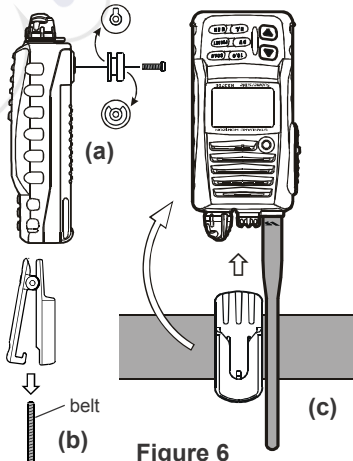

Figure 6
1. Mettre le crochet au dos du **HX400E**, avec le cran dirigé vers le haut, en utilisant la vis fournie (Figure 6-a). utiliser uniquement la vis fournie avec le clip de ceinture !
2. Mettre le clip de ceinture à dégrafage rapide à votre ceinture (Figure 6-b).
4. Pour enlever le **HX400E** du clip de ceinture à dégrafage rapide, tourner le **HX400E** de 180 degrés, puis glisser le transceiver en dehors du clip de ceinture à dégrafage rapide (Figure 6-c).